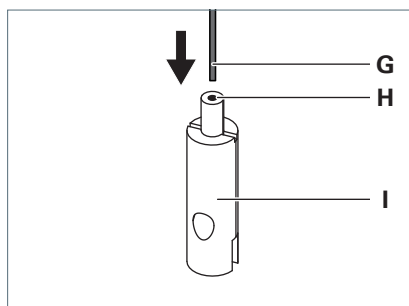

Fig. 4: Monter l'attache de câble.
- Faites passer le câble métallique **G** à travers la douille de guidage **H** de l'attache de câble **I**, voir Fig. 4.